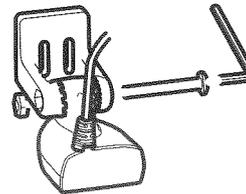

Figure 19
- Glissez le boulon pivot dans l'assemblage pour le consolider et vissez librement l'écrou (NE le serrez PAS trop pour le moment) (Figure 19).